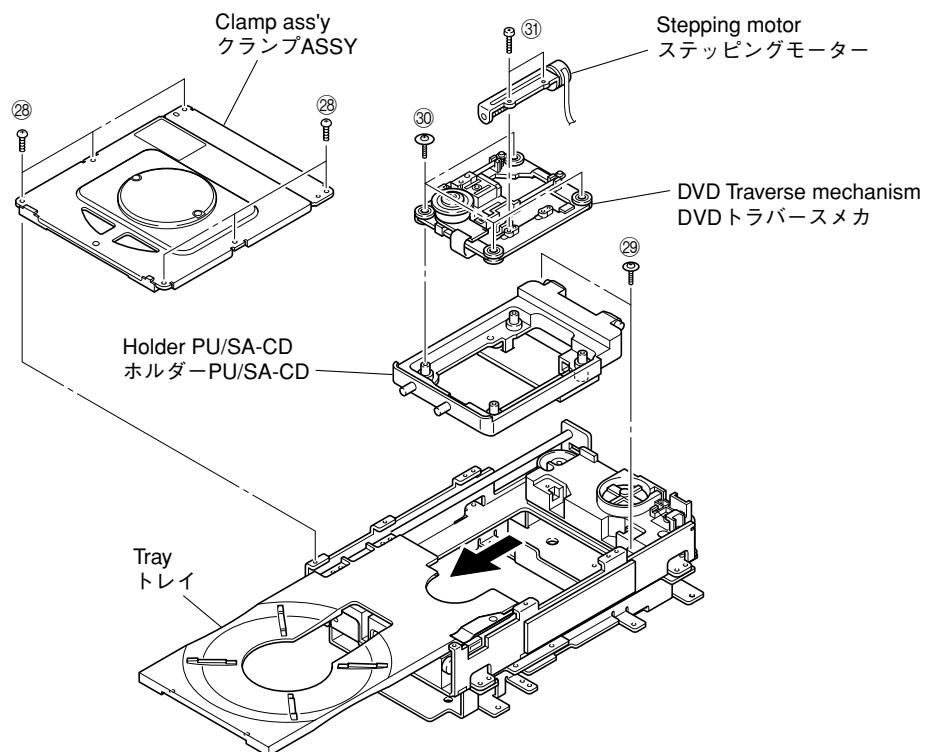

Fig. 10
- a. Remove 6 screws (②⑧) and then remove the clamp ass'y. (Fig. 10)
- b. Push out the tray by pushing its rear. (Fig. 10)
- c. Remove 2 screws (②⑨). (Fig. 10)
- d. Remove the DVD traverse mechanism together with the holder PU/SA-CD. (Fig. 10)
- e. Remove 4 screws (③⑩) and then remove the DVD traverse mechanism. (Fig. 10)
- f. Remove 2 screws (③⑪) and then remove the stepping motor. (Fig. 10)
- a. ②⑧のネジ6本を外し、クランプASSYを取り外します。(Fig. 10)
- b. トレイの後方を押し、トレイを押し出します。(Fig. 10)
- c. ②⑨のネジ2本を外します。(Fig. 10)
- d. DVD トラバースメカをホルダーPU/SA-CDと一緒に取り外します。(Fig. 10)
- e. ③⑩のネジ4本を外し、DVD トラバースメカを取り外します。(Fig. 10)
- f. ③⑪のネジ2本を外し、ステッピングモーターを取り外します。(Fig. 10)